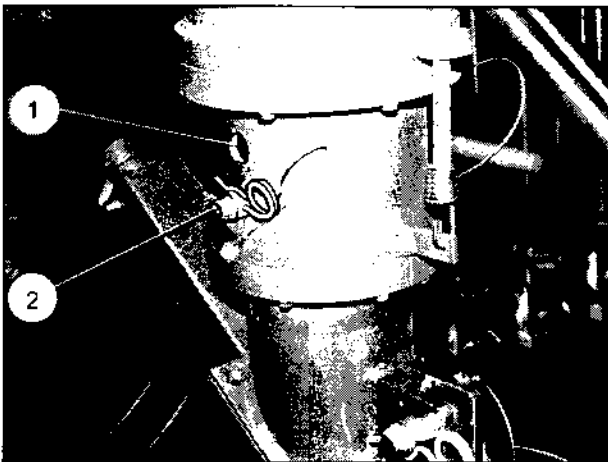

Bild 77
5. Steckbolzen aus der oberen Bohrung (Bild 77/1) am mittleren Rohr entsichern und herausziehen. Unteres Rohr etwa 40 mm herausziehen, Steckbolzen in die untere Bohrung (Bild 77/2) einsetzen und wieder sichern.